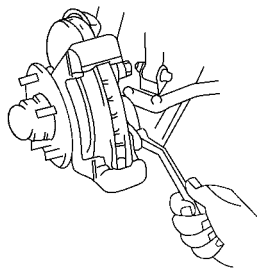

图 15-83 从转向节拆下扭力板
1) 从转向节拆下扭力板，再拆下桥毂，并从桥毂上拆下转子盘，如图 15-83 所示。